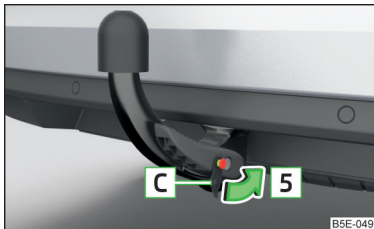

Abb. 306
- Die Kappe **C** auf das Schloss in Pfeilrichtung **5** stecken und eindrücken » Abb. 306.